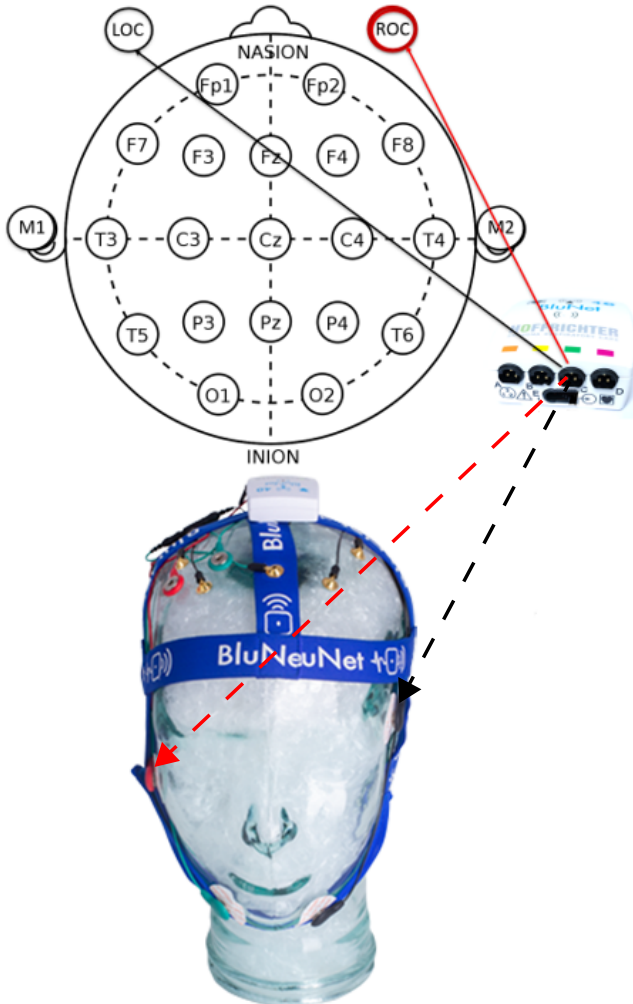

Abbildung 46: EOG-Kanäle. Ansicht von oben
2. EOG-Kanäle: LOC -> C1; ROC -> C2 Abbildung 46.
Das Elektro-Okulogramm (EOG) wird aufgezeichnet, um Augenbewegungen zu erkennen, die bei der Einstufung des Schlafs hilfreich sind; Die Aufzeichnung basiert auf der Potenzialdifferenz zwischen der Hornhaut (positiv) und der Netzhaut (negativ) und erfolgt durch Elektroden mit Referenzzweigen zum kontralateralen Mastoid (die Mastoide werden nach dem internationalen Kriterium 10-20 als A1 und A2 bezeichnet), die auf der äußeren Linie des rechten (LOC) und des linken Auges (ROC) jeweils 1 cm oberhalb und 1 cm unterhalb einer idealen horizontalen Linie durch das Auge (Abbildung 46) platziert werden.